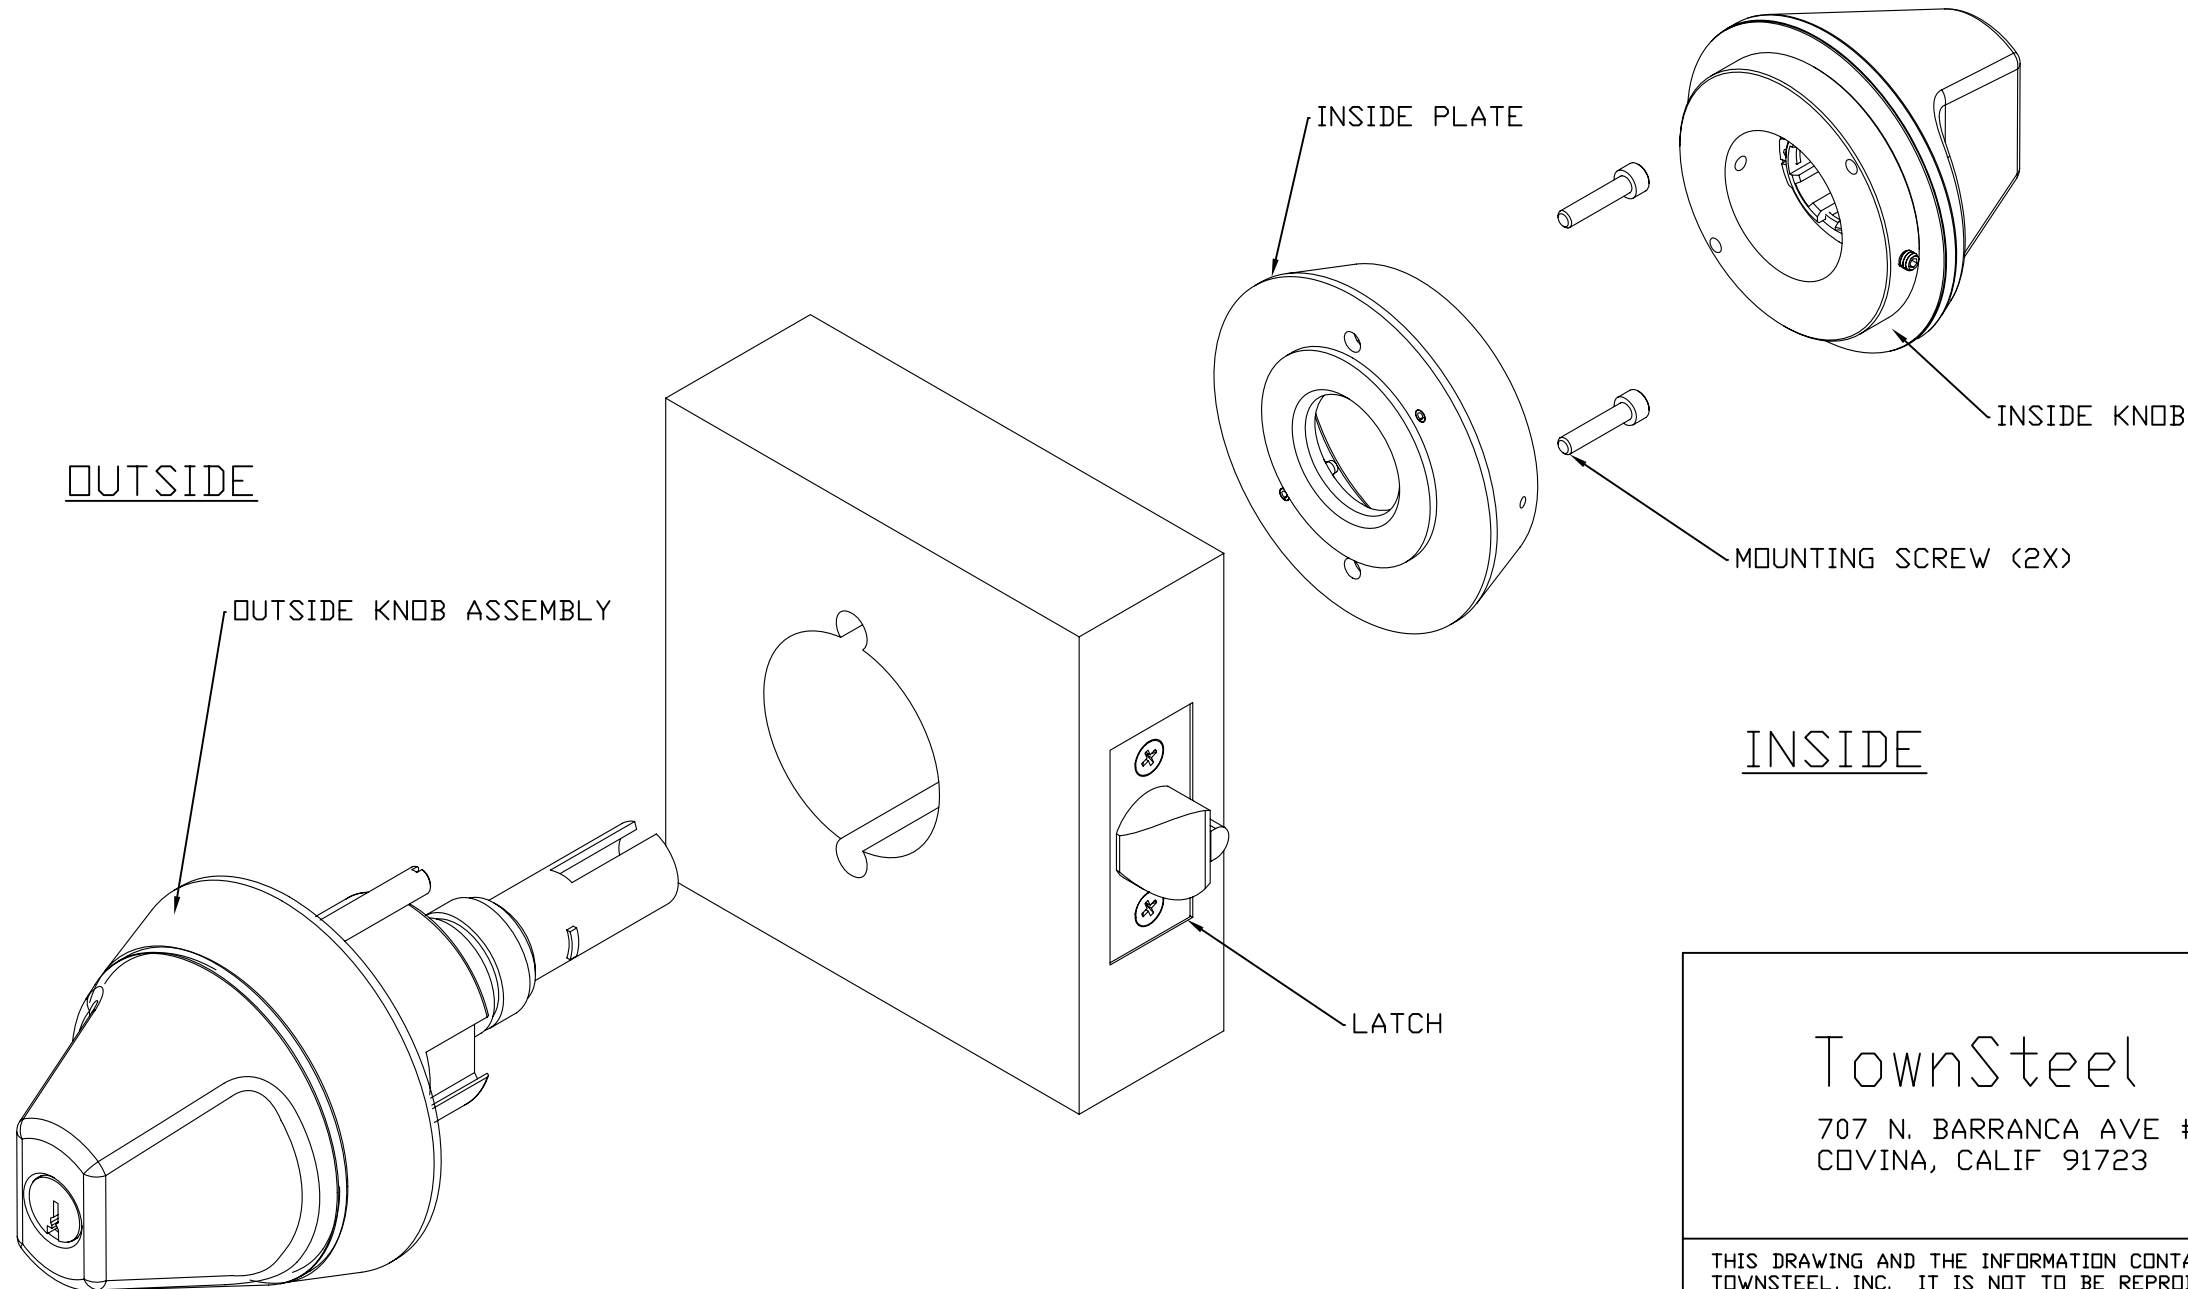

FIG 1 ALIGNING INNER KNOB & INSIDE PLATE
6. INSTALL INSIDE KNOB- SEE FIG 1 & FIG 2.